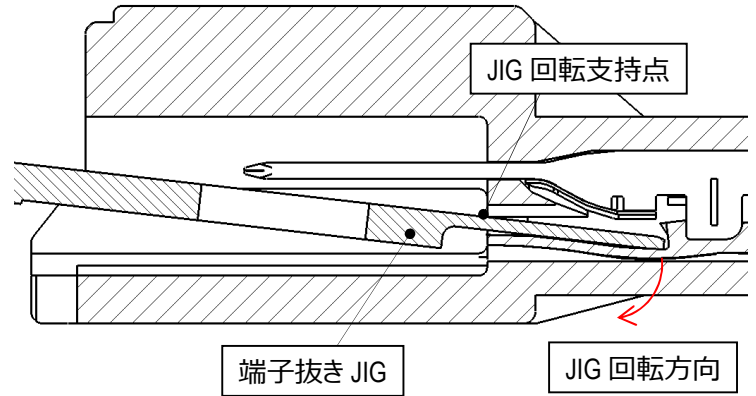

図 35.端子抜き JIG 使用イメージ
- ③端子抜き JIG 先端が樹脂ランス先端に突き当たったら引き抜き JIG を図 35 の方向に天井に当たるまで軽く回転させ、樹脂ランスを持ち上げます。この時、端子抜き JIG と端子が接触しない様に注意して下さい。その状態を維持したまま、端子の電線を水平に引張して下さい。
- ④端子引き抜き途中で、抜きにくさを感じた場合、無理に引き抜こうとせず、引抜き JIG の挿入位置・深さは適切か等確認の上、再度最初から作業を実施して下さい。